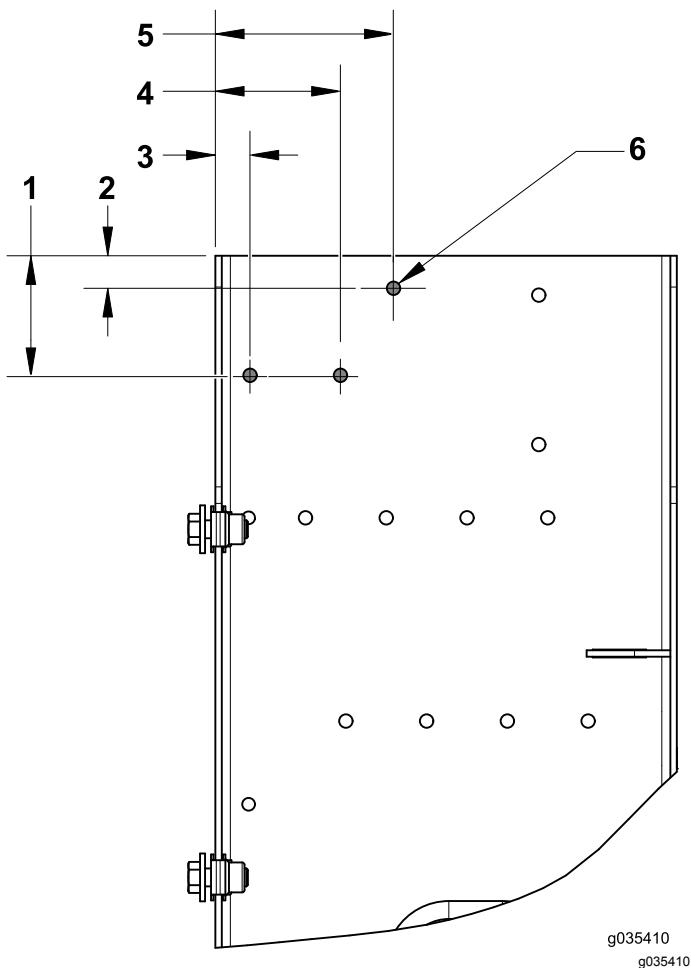

Figure 6
2. Localisez et percez les trous suivants du porte-fusibles et le relais (Figure 6).